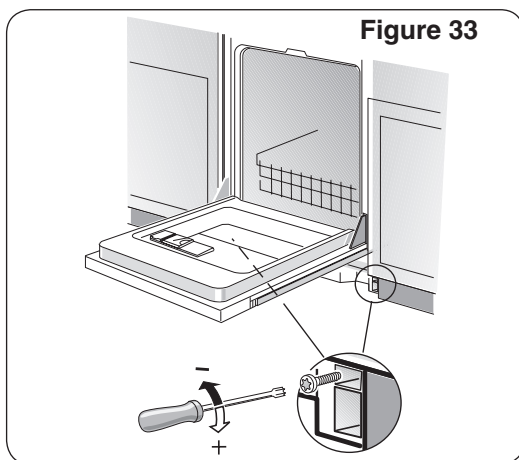

Figure 33
- 2 Insérer les vis, **figure 33**. Tourner dans le sens horaire pour augmenter la tension.